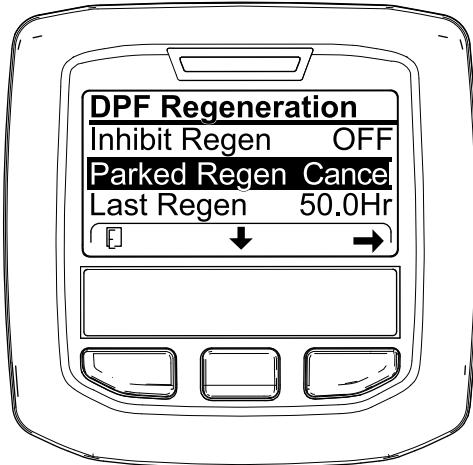

Figura 52
1. Acceda al menú DPF Regeneration (Regeneración de DPF) (Figura 52).
- Pulse el botón central para desplazarse hacia abajo, hasta la opción PARKED REGEN CANCEL (Cancelación de regeneración con máquina aparcada) (Figura 52) o la opción RECOVERY REGEN CANCEL (Cancelación de regeneración de recuperación) (Figura 53).
- Pulse el botón derecho para seleccionar la opción Regen Cancel (Cancelación de regeneración) (Figura 52 o Figura 53).